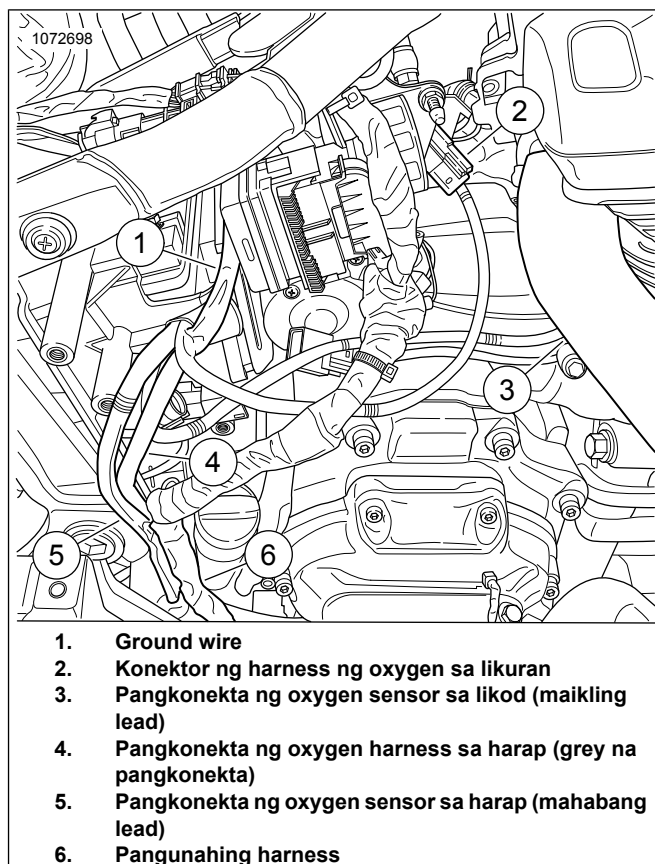

Figure 24. Pagruruta ng Harness ng ATM
16. Tingnan ang Figure 24 at Figure 25 . Iruta ang oxygen harness sa harap gamit ang grey na pangkonekta (4) na galing sa compartment ng baterya:
- Hanapin ang pangunahing harness (6).
- Iruta ang harness (4) gamit ang grey na pangkonekta sa pangunahing harness patungo sa pangkonekta ng pangunahing harness sa harap (9).
- Ikabit ang harness sa inboard na bahagi ng kanang frame rail (8) gamit ang mga cable strap ayon sa pangangailangan.
17. Iruta ang itim na pangkonekta ng harness (2) sa dako ng pangunahing harness. Mga pangkonektang magkakapareho ng kulay: itim sa itim.
- Iruta ang harness ng pangkonekta ng oxygen sensor sa harap (5) palabas ng compartment ng baterya.
- Iruta ang harness (5) sa dako ng pangunahing harness patungo sa oxygen sensor sa harap (7).